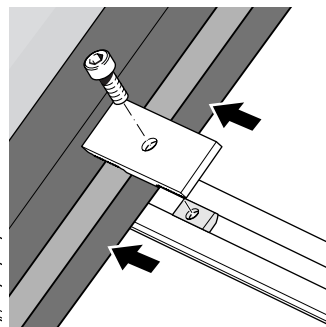

Bild 7b
- Die inneren Befestigungsklemmen mit der Schraube in den Nutensteinen vormontieren und in den Montageschienen ganz an den Kollektor heranschieben, siehe Bild 7b.